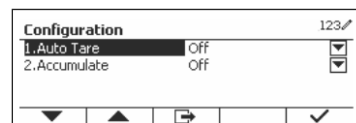

Figure 27
- Appuyez sur le bouton correspondant à l'icône pour accéder à la configuration. L'écran de configuration est maintenant affiché. (Voir Figure 27)